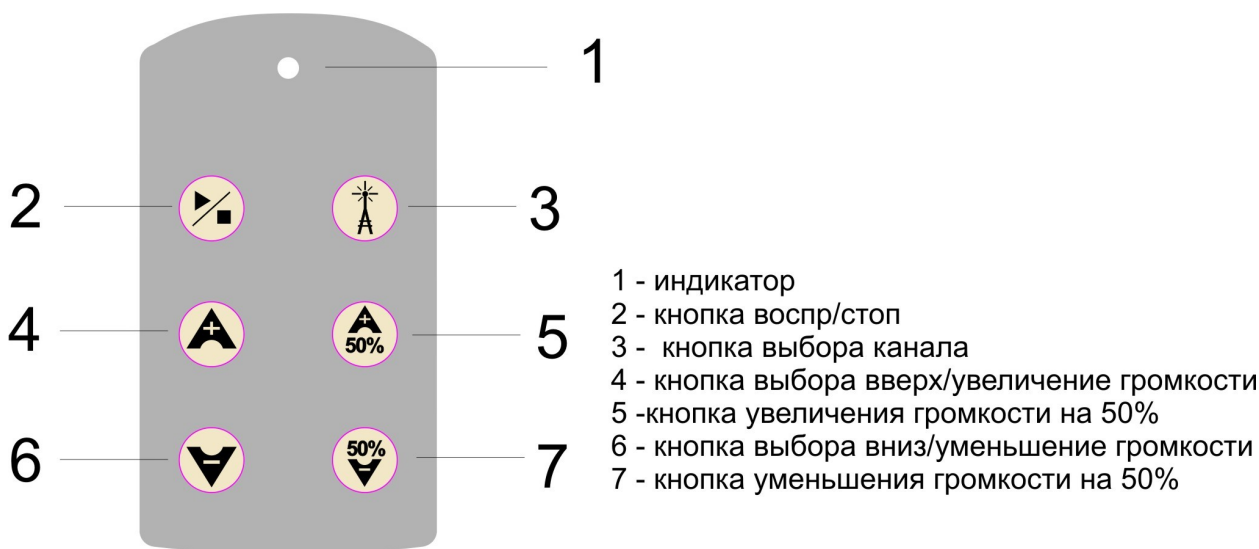

Рис. 1 Схема ПДУ
*Выбор крика внутри папки.* Выбор крика в папке при помощи ДУ осуществляется кнопками 4 и 6 (рис. 1)., данная функция доступна только при отключенном режиме воспроизведения. **Внимание! Выбор папок при помощи ПДУ не осуществляется.**
*Воспроизведение и остановка воспроизведения выбранного крика.* Воспроизведение и остановка воспроизведения выбранного крика производится кнопкой 8 (рис. 1).
*Выбор радиоканала.* Порядок установки радиоканала на имитаторе голосов смотрите в инструкции к имитатору голосов. Для выбора радиоканала ПДУ следует нажать кнопку 3 (рис. 1). Одно нажатие на кнопку переключает канал с первого на второй или наоборот. Переключение радиоканалов на ПДУ позволяет одновременно управлять двумя имитаторами голосов. При данном варианте работы возможно микширование голосов.
**Внимание!** При отсутствии связи между ПДУ и МДУ индикатор 1 (рис. 1) загорается «красным», при наличии связи «зеленым».